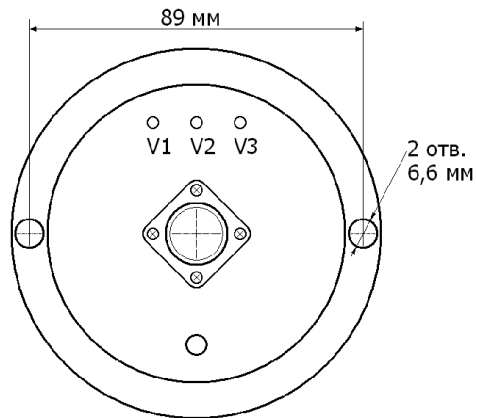

Рис. 3
1.4.2 Для контроля и регулировки уровня сигнала пламени служат двухцветный светодиод V1, зеленые светодиоды V2, V3 и потенциометр  (см. рис. 3). Назначение светодиодов приведено в таблице 4.